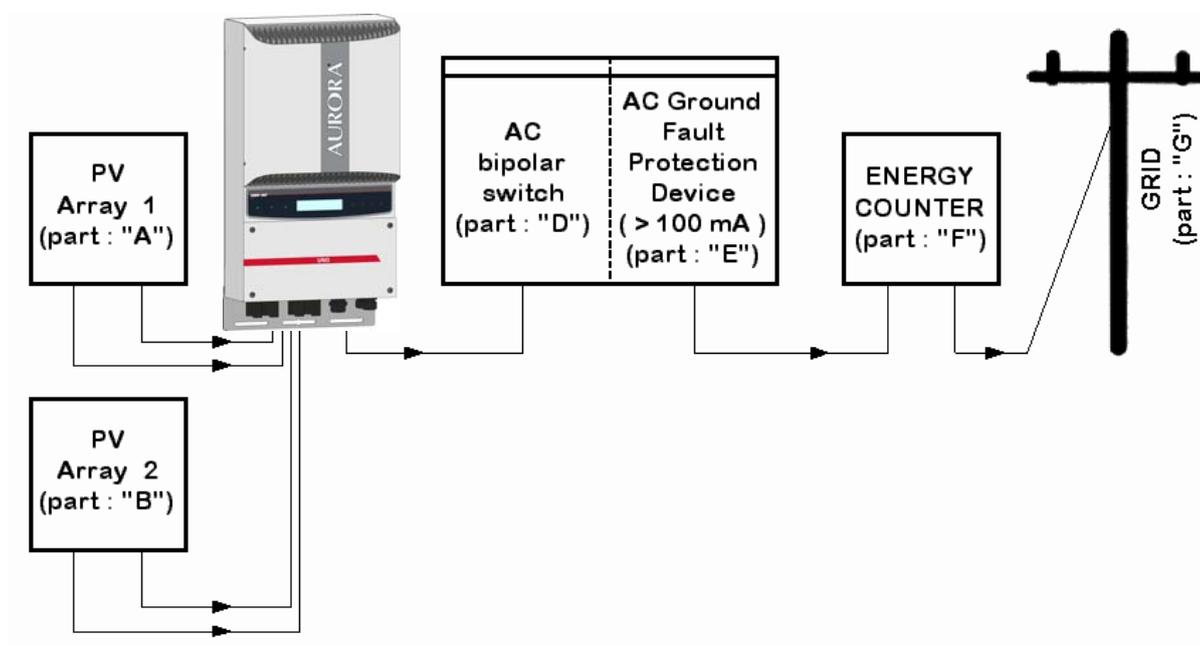

Fig. 8 - Diagramme de connexion électrique
ÉTAPE 1 Si l'onduleur est connecté à la grille électrique, déconnectez-le en ouvrant l'interrupteur indiqué comme partie D dans la Fig. 8.
Étape 1 : Déconnectez l'onduleur de la grille CA en éteignant l'interrupteur CA, partie D de la Fig. 8. Déconnectez également la partie CC à l'aide de l'interrupteur CC (intégré au modèles -S ou externe).